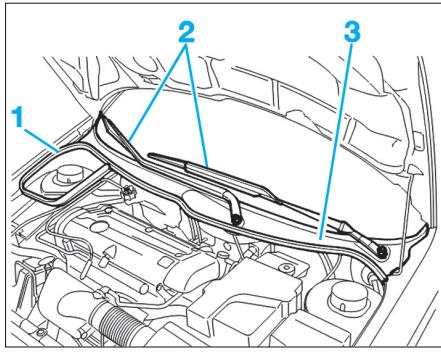

FIG. 1
- le joint de capot (1) (Fig.1),
- les ensembles bras-balais (2),
- la grille d'avant (3),